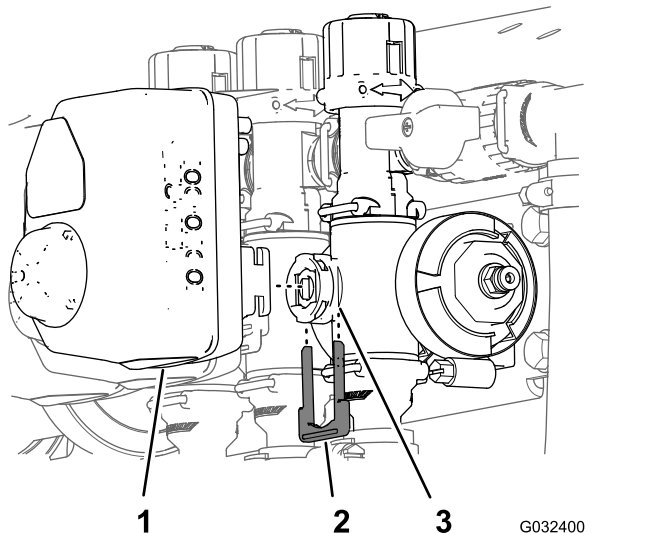

Рисунок 56
1. Снимите держатель, который крепит привод к коллекторному клапану клапана секции стрелы в сборе (Рисунок 56).
2. Снимите привод с коллекторного клапана (Рисунок 56).